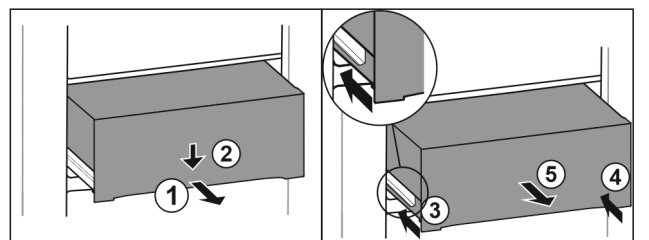

Fig. 121
- Estrarre il cassetto a metà. Fig. 121 (1)
- Premere il cassetto sul lato anteriore verso il basso. Fig. 121 (2)
- Spingere la guida sinistra di circa 2 cm verso l'interno. Fig. 121 (3)
- Spingere la guida destra di circa 2 cm verso l'interno. Fig. 121 (4)
- Rimuovere il cassetto tirandolo in avanti. Fig. 121 (5)